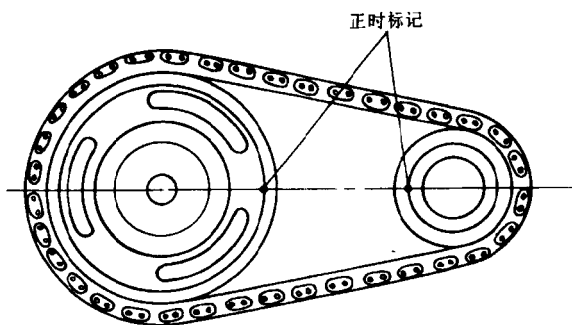

图2 两链轮正时标记
② 转动曲轴直到曲轴链轮上的正时标记(O)与凸轮轴链轮上的正时标记(A)相接近,并在两链轮的连心线上(见图2)。